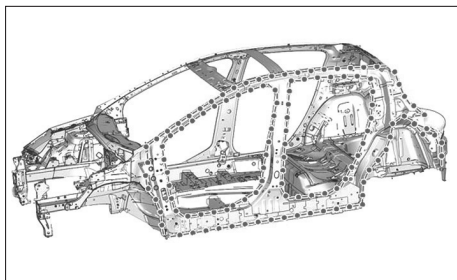

FIG. 55
- Déposer la tôle de feu (1)
- Préparer les zones d'accostage des pièces à assembler (Fig.55).